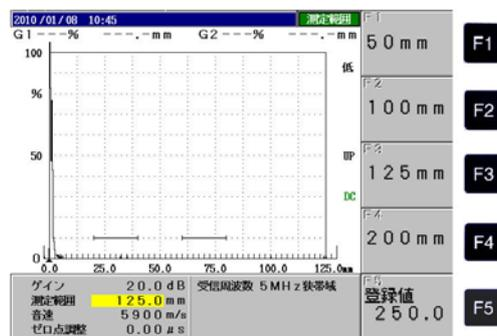

図4 測定範囲の画面
(3) 測定範囲を125mmに調整する方法の一例
- ① **7** PRS キーを押すと図4が表示される。**F3** キーを押して測定範囲を125mmにする。